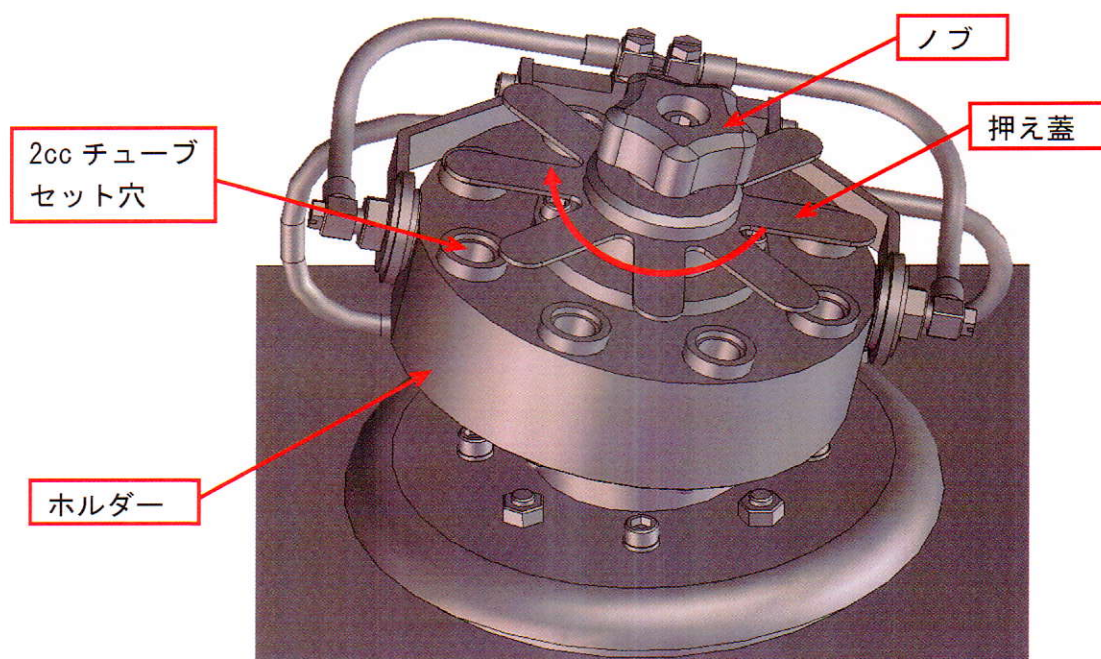

図 4-1. ホルダー(ホルダー：冷却仕様)
2. 本体の 扉を開けて下さい。扉を開けると図 4-1 の様なホルダーがあります。
3. 図4-1のノブを緩めて押え蓋を矢印の方向に回して下さい。